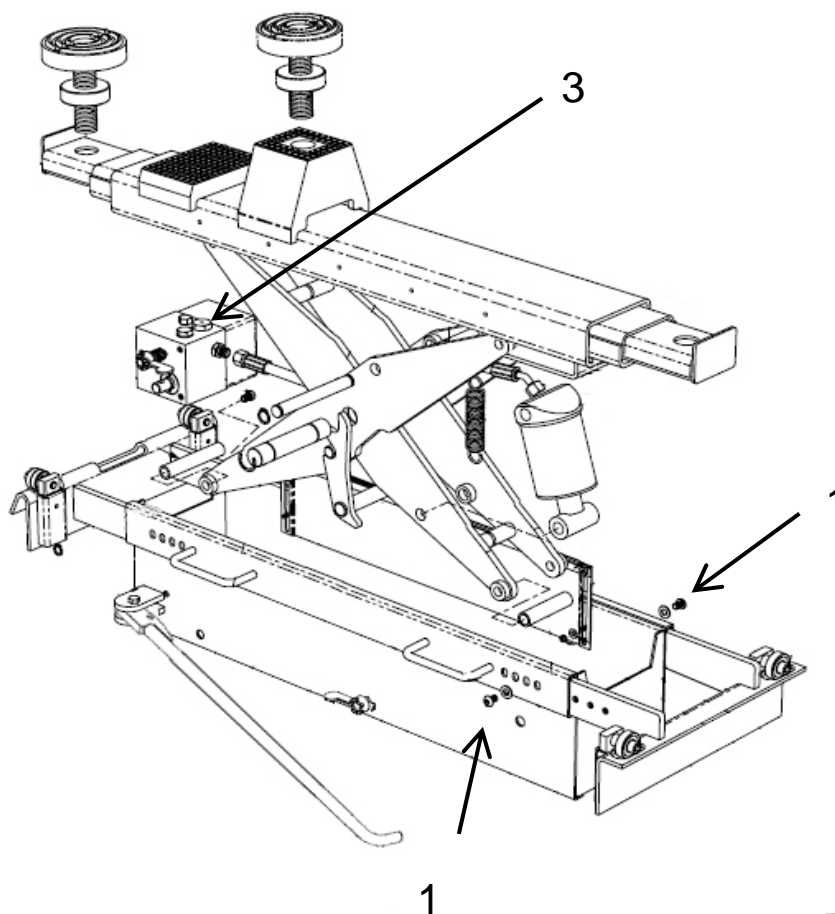

Fig 2
- A. Draai de 4 borgschroeven (pos. 1, fig. 2) los met een 5 mm inbussleutel.
Indien de krik "elastisch" lijkt, ontluicht dan door olieafdichting (pos. 3, fig. 2) los te draaien. Hef de krik 2-3 maal tot de maximale hoogte. Vergeet niet olieafdichting (pos. 3, fig. 2) weer aan te draaien.